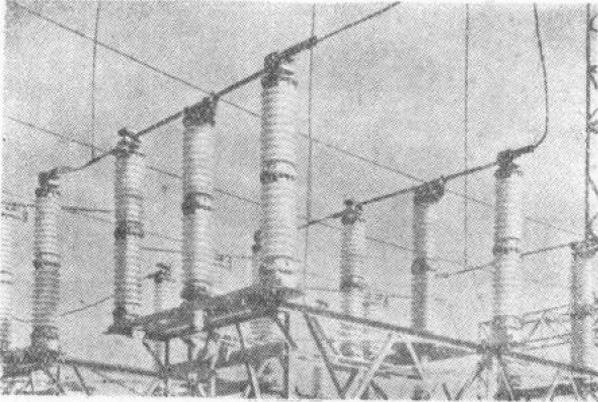

图 1-4
3. 固定金具 这种金具是用来将硬母线（矩形、菱形、槽型母线）及软母线固定在支柱绝缘子上，如图1-4所示。